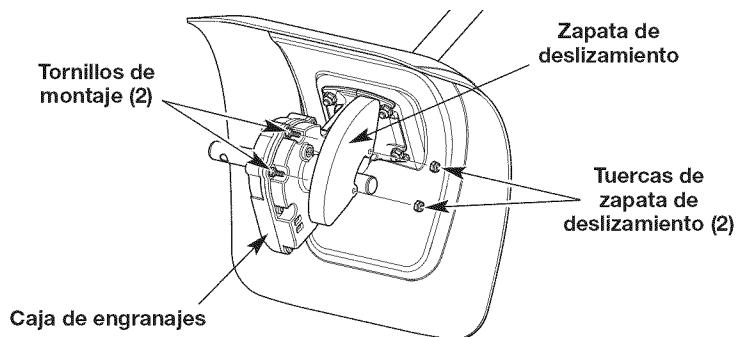

Fig. 7
1. Use una llave de 3/8 pulgadas para retirar las dos tuercas de la zapata de deslizamiento. Retire la zapata de deslizamiento de la caja de engranajes (Fig. 7).
2. Coloque la zapata de deslizamiento nueva sobre los dos tornillos de montaje en la caja de engranajes (Fig. 7).
3. Coloque las dos tuercas de la zapata de deslizamiento sobre los tornillos de montaje. Use una llave de 3/8 pulgada para ajustar bien las tuercas de la zapata (Fig. 7).